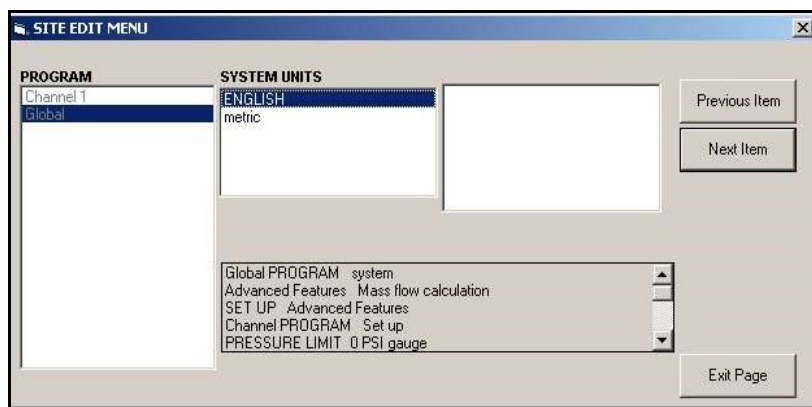

Figure 45: option System (Système) du menu Global (Général)
2. Dans le volet du milieu, cliquez deux fois sur l'option *System* (Système). La fenêtre illustrée *Figure 45* apparaît.